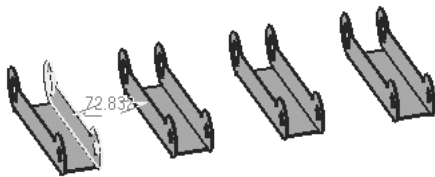
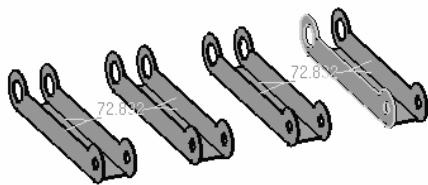

图 5-106
图 5-107
- 默认模式启动后 (在 CATIA 窗口的下方工具条中可以找到相应模式命令)，可以任意选择多个几何元素，两个元素为一组创建任意多个约束。以“5_16_Constraint_Creation_Mode.CATProduct”为例，在默认模式开启后，双击“偏移约束”图标，使它永久处于活动状态。选择两个面，建立偏移约束，如图 5-106 所示。此时偏移约束仍处于活动状态，可继续在另外两个面之间设置偏移约束，如图 5-107 所示。